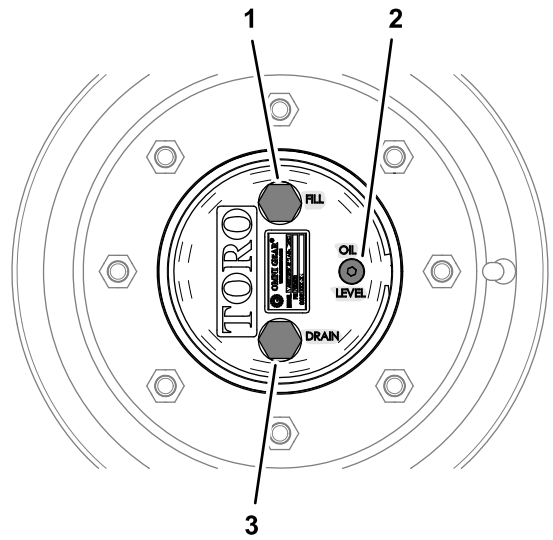

图 96
1. 机器在水平地面上时调整一个车轮的位置以便让加油塞处于最高12 点钟位置排油塞处于最低6 点钟位置图 96。
1. 机器在水平地面上时调整一个车轮的位置以便让加油塞处于最高12点钟位置排油塞处于最低6点钟位置请参阅 检查行星齿轮传动润滑油 \(页码 56\)中的图 96。